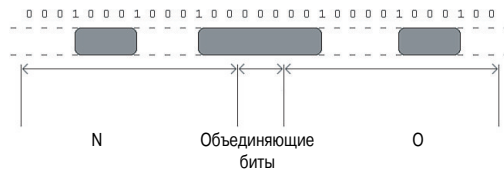

Рис. 13.5. EFM-кодирование данных на компакт-диске
На рис. 13.5 представлены эти символы после записи на компакт-диск.
Границы впадин преобразуются в двоичные биты, значение которых представлено единицей (1). Первичный 8-разрядный код каждого символа преобразован в 14-разрядный, и каждый 14-разрядный код EFM отделен от последующего тремя объединяющими битами (в этом примере все нули). Длины впадин, показанных на рис. 13.5, равны соответственно 4Т (четыре перехода), 8Т и 4Т. Строка нулей (0) и единиц (1) в верхней части рисунка указывает на то, как будет выполняться чтение данных. При этом обратите внимание, что единица (1) считается при переходе “впадина/площадка”. Следует заметить,
что приведенный рисунок выполнен в относительном масштабе, т. е. длина и ширина впадин пропорциональны друг другу. Если на поверхность компакт-диска посмотреть через микроскоп, то слово “NO”, записанное на диске, будет выглядеть примерно так, как показано на рис. 13.5.